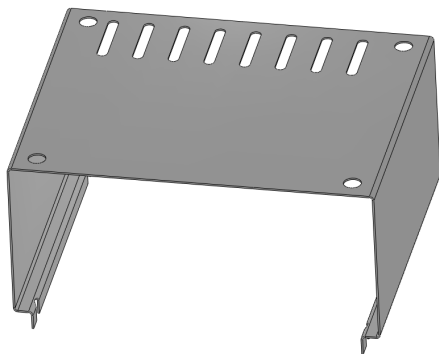

图 13-43 创建拉伸切除特征效果
(8) 退出草图绘制环境, 弹出【切除-拉伸】属性管理器, 在相应列表框中, 选择【完全贯穿】选项, 单击【确定】按钮, 创建拉伸切除特征, 如图 13-43 所示。